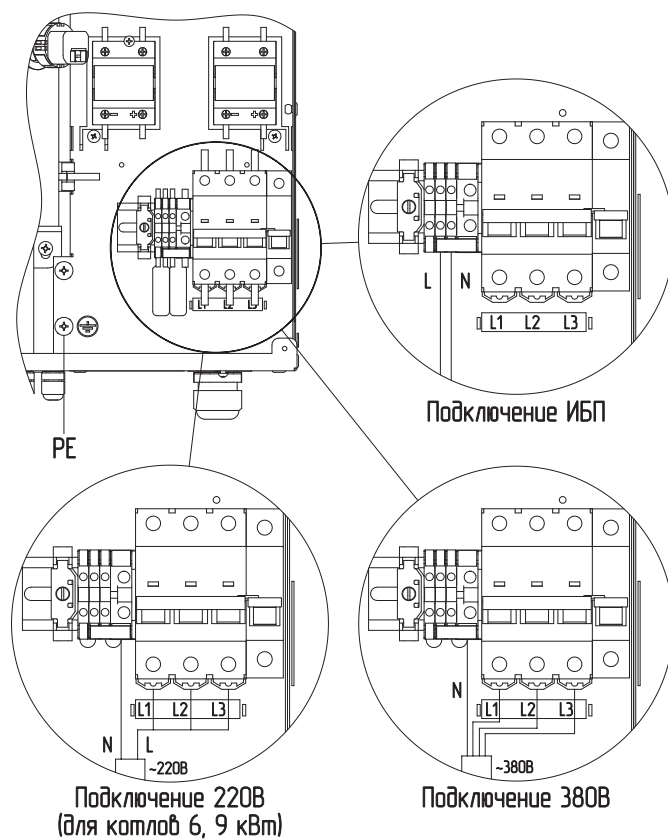

Рис.7 Схема подключения электрического котла ZOTA SOLID-X 6-24 кВт
- извлечь перемычки (**Рис.7, Рис.8, Рис.9, Рис.10, поз.1;**)
- подключить провода фазы «L» к колодке (**Рис.7, Рис.8, Рис.9, Рис.10, поз.2;**)
- подключить провода нейтрали «N» к колодке (**Рис.7, Рис.8, Рис.9, Рис.10, поз.3.**)